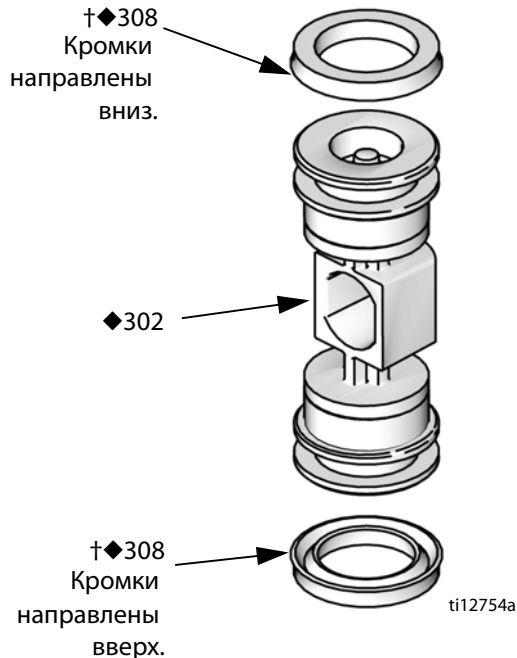

Рис. 14. Установка и-образного уплотнения воздушного клапана
2. См. Рис. 14. Нанесите смазку на и-образные уплотнения (308†♦) и установите их на поршень (302♦) таким образом, чтобы кромки были направлены к центру поршня.